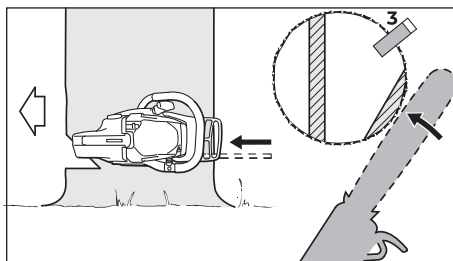

Рис. 23
- Установить клин для валки дерева (рис. 23, поз.3)